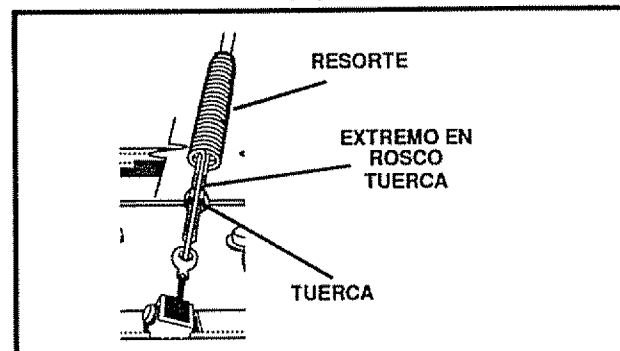

FIG. 24
- Rote la varilla de ajuste hacia adentro o hacia afuera a fin de permitir una holgura de 1/8 de pulgada aproximadamente entre la muesca en la brida y el diámetro exterior del serpentín (Véase Fig. 24).
- Empuje el cable a través del resorte (Véase Fig. 24) para exponer la porción roscada del cable.